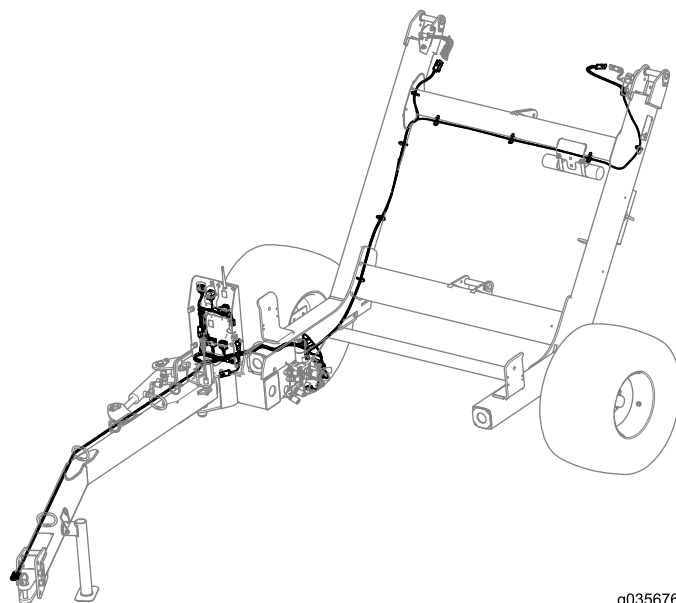

Bild 20
1. Verlegen Sie den Kabelbaum entlang des Rahmens des geschleppten Fahrzeugs (Bild 20).